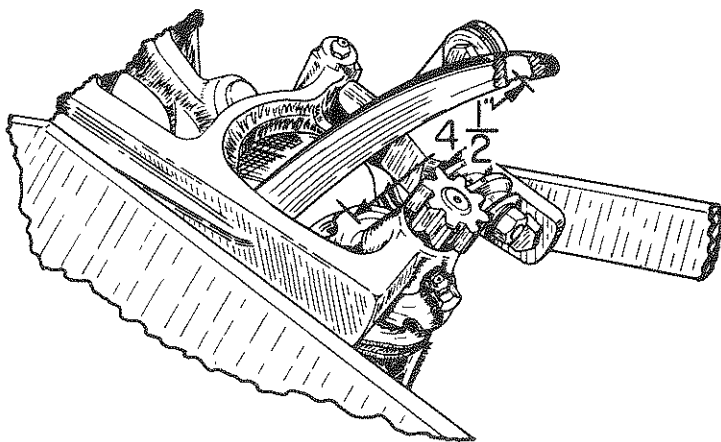

Fig. 19
4. Utiliser le contrôle manuel pour amener les aiguilles à leur course maximum. La distance entre le bas de l'oeillet d'aiguille et le disque doit être de $4\frac{1}{2}$ " (115 mm), Fig. 19.